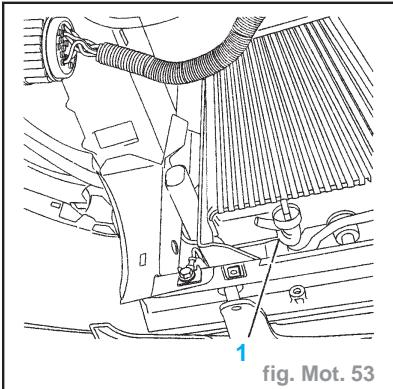

fig. Mot. 53
- Desserrer la vis de vidange (**1**) du radiateur (fig. Mot. 53).